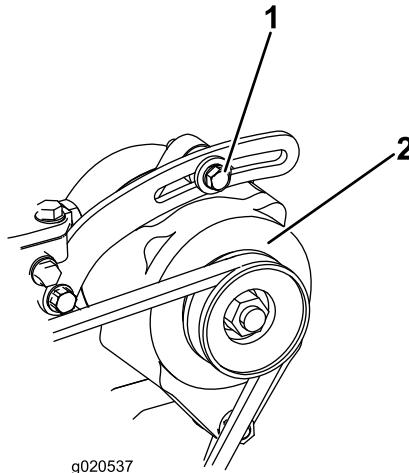

Figura 65
2. Desaperte os parafusos de montagem do alternador (Figura 65).